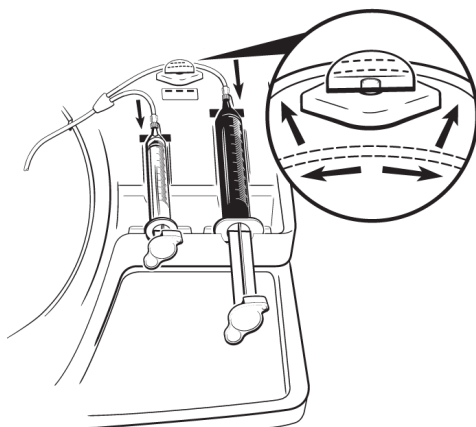

Figura 8. Estique o tubo da seringa 2 e introduza-o na válvula de retenção
22. Estique cuidadosamente o tubo ligado à seringa 2 e introduza-o totalmente na abertura da válvula de retenção (ver Figura 8).